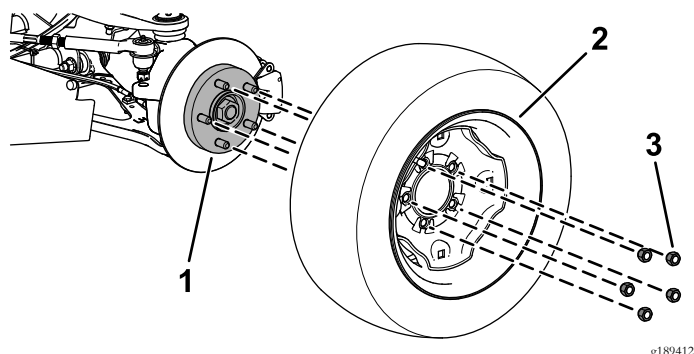

Bild 2
2. Nehmen Sie die Radmuttern ab, mit denen das Rad an der Radnabe befestigt ist (Bild 2).